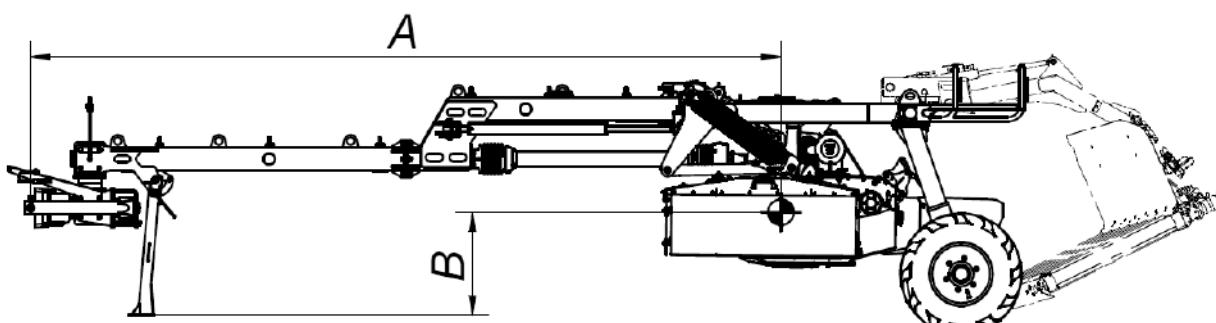

Рис. 5. Расположение центра тяжести
- во время монтажа стропов, цепей, держателей и т.п. надо всегда помнить о центре тяжести машины, (**Рис. 5**),